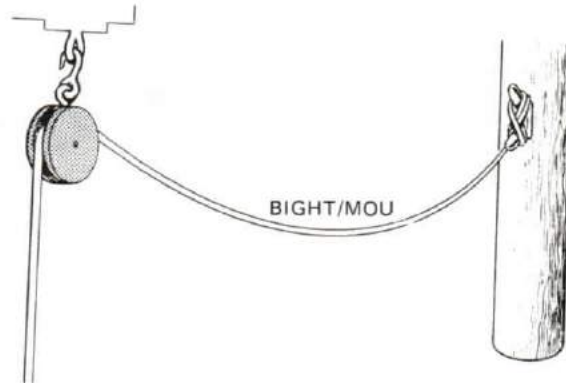

Figure 10-9
- a. Bight: The slack piece of rope between two working or fixed parts. See Figure 10-9.
- a. mou: partie détendue de la corde entre deux objets fixes ou mobiles (voir la figure 10-9);